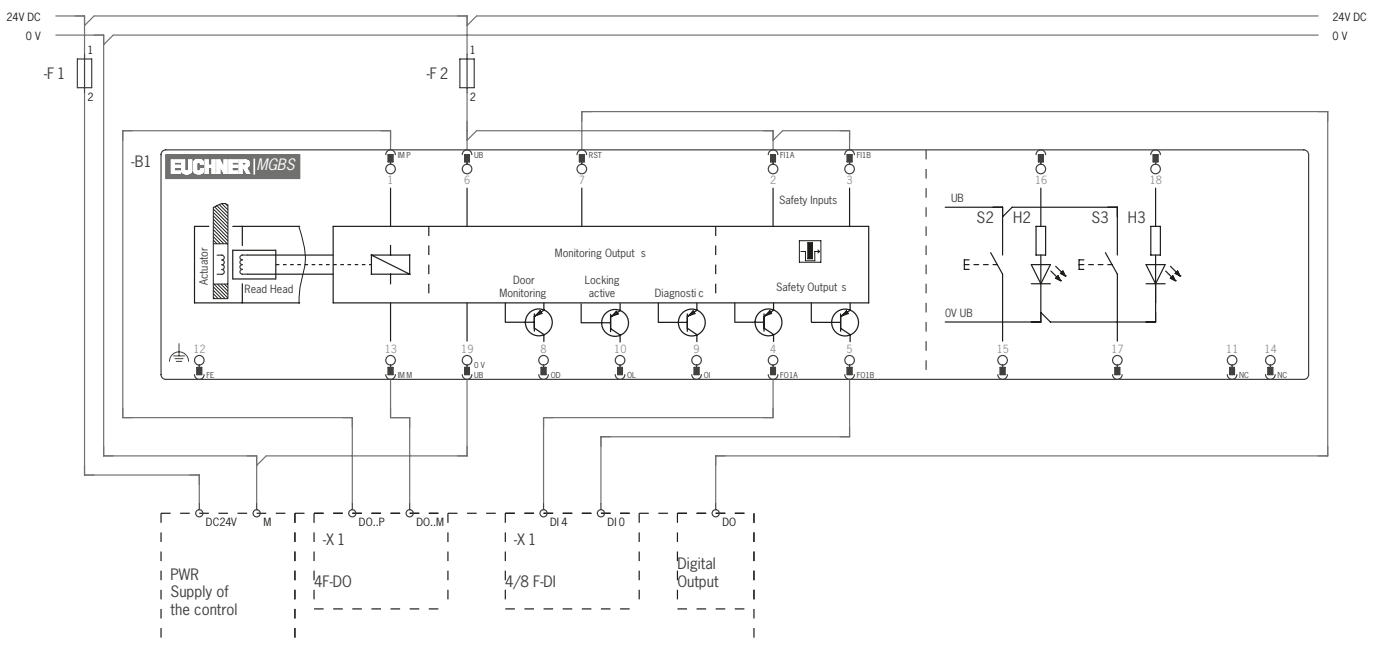

図 7: ET200 に対する接続に関する接続例
- ▶ 制御システムの安全出力を使ったソレノイドバルブのデュアルチャンネル制御の場合、以下のポイントを順守してください (図 7 (P 31) 参照):